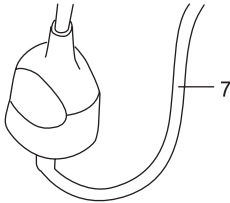

Fig. 22
3. Conecte el cable de alimentación (7) a la toma del alargador. (Fig. 22)